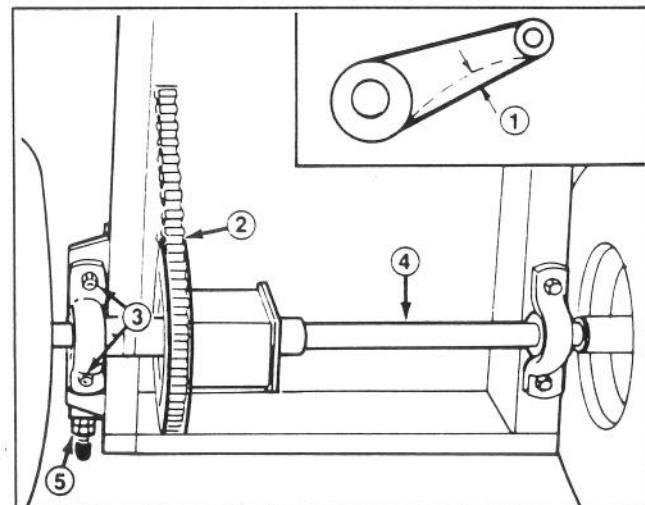

Fig. 20
7. Allentate i quattro dadi flangiati che fissano i supporti diritti con l'assale del differenziale al telaio del trattore (Fig. 20).
8. Allentate il controdado posteriore del tendicatena (Fig. 20).
**11.** Poiché l'assale differenziale deve essere parallelo alla parte posteriore dello chassis, misurate la distanza dal centro dei supporti diritti alla parte posteriore dello chassis (Fig. 20). La differenza tra i due valori non deve superare i 3 mm; se è superiore, l'assale differenziale non è parallelo allo chassis, e dovete regolarlo.